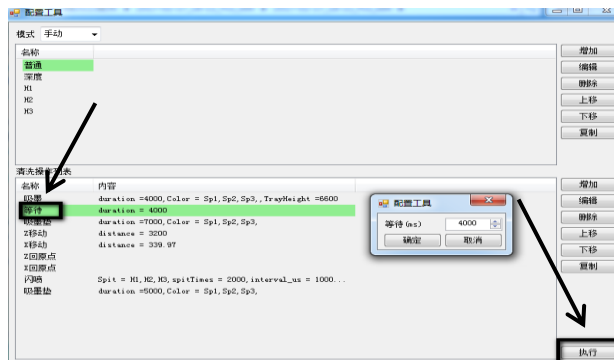

图 7.9 等待设置
3、鼠标左键双击“等待”调整内容如图 7.9 设置确定。设置完成后鼠标左键单击等待—>执行。吸墨后墨栈等待时间，出厂值为 4000ms，用户根据自身需求进行修改。